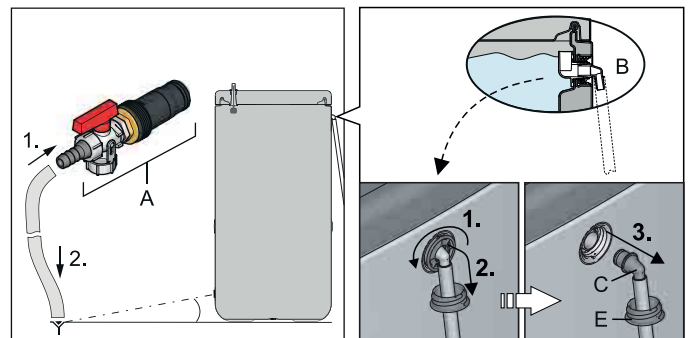
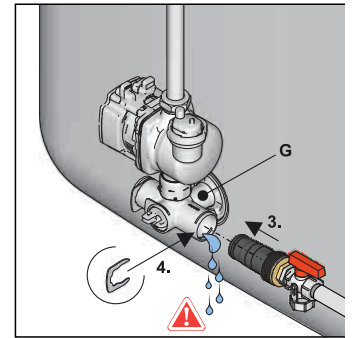

Fig. 6-1 Montare il tubo di scarico
Fig. 6-6 Montare il raccordo di riempimento KFE nell'angolo di raccordo
- Collegare il tubo di scarico al **raccordo di riempimento KFE (accessorio KFE BA, 🛒 16 52 15)** (fig. 6-1, pos. A) e posarlo su un punto di scarico almeno all'altezza del pavimento.
Se non fosse disponibile alcun **raccordo di riempimento KFE**, in alternativa è possibile smontare il raccordo (fig. 6-1, pos. C) dal troppopieno di sicurezza (fig. 6-1, pos. B) e utilizzarlo.
Tab. 6-1 Legenda per fig. 6-1 fino a fig. 6-6
- Inserire il nell'angolo di raccordo e bloccarlo con graffe di sostegno (fig. 6-6).